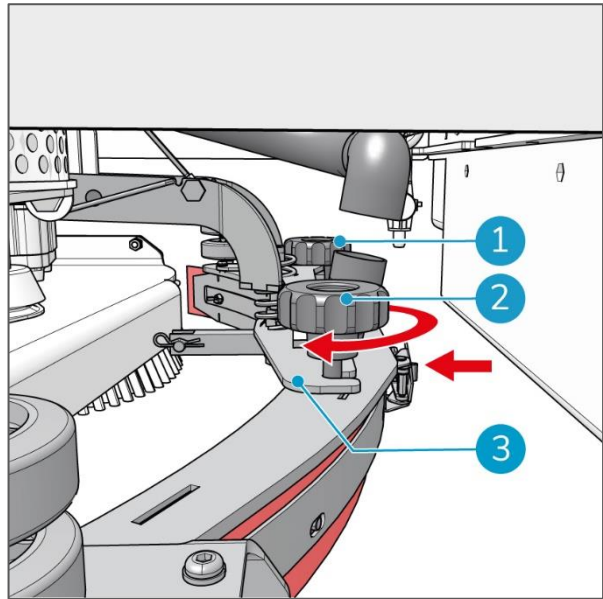

Figura 34
3. Desliza el mando giratorio del cuerpo del escurridor, lo más lejos de ti (Figura 34, pos. 1), en el corte de la placa de elevación del escurridor (Figura 34, pos. 3). Asegúrate de introducirlo completamente en el corte.
4. Aprieta el mando giratorio con la mano (Figura 34, pos. 1).
5. Repítelo con el mando giratorio más cercano a ti (Figura 34, pos. 2).